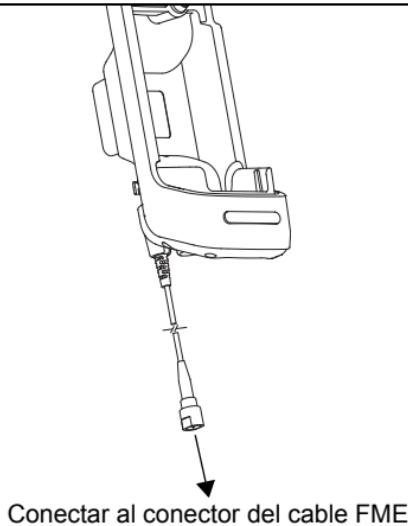

Figura 6. Conexión del cable RF desde el soporte al conector de cable FME
6. Conecte el cable FME de 1 m (3,3 pies) de la entrada "CAR KIT" del duplexor al cable RF del soporte. Consulte la Figura 6.